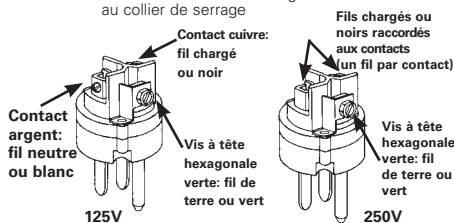

Figure 5
- Raccorder les conducteurs (voir la figure 5).